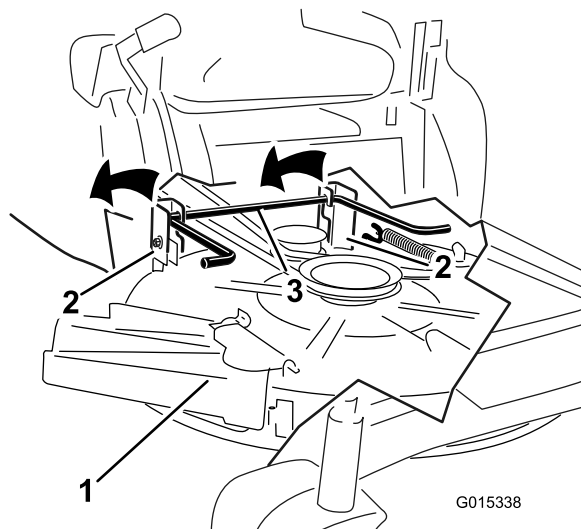

Figura 53
5. Usando las asas de la carcasa de corte, eleve la carcasa de corte y separe ésta y las pletinas de suspensión de la varilla de elevación trasera; luego baje el cortacésped con cuidado al suelo (Figura 53).
5. Eleve la parte trasera de la plataforma del cortacésped y coloque los soportes sobre la varilla de elevación trasera (Figura 53).